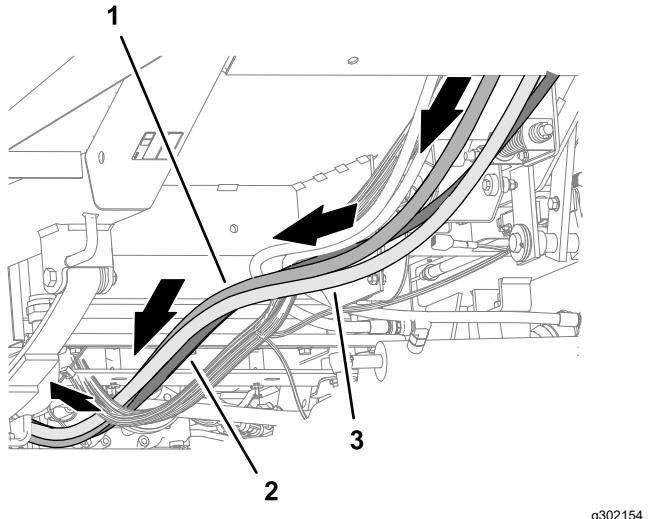

図 124
7. 2本の油圧ポンプホースとタンクリターンリホースを、マシンの右フレームチューブに沿って後方に配線します(図 124)。